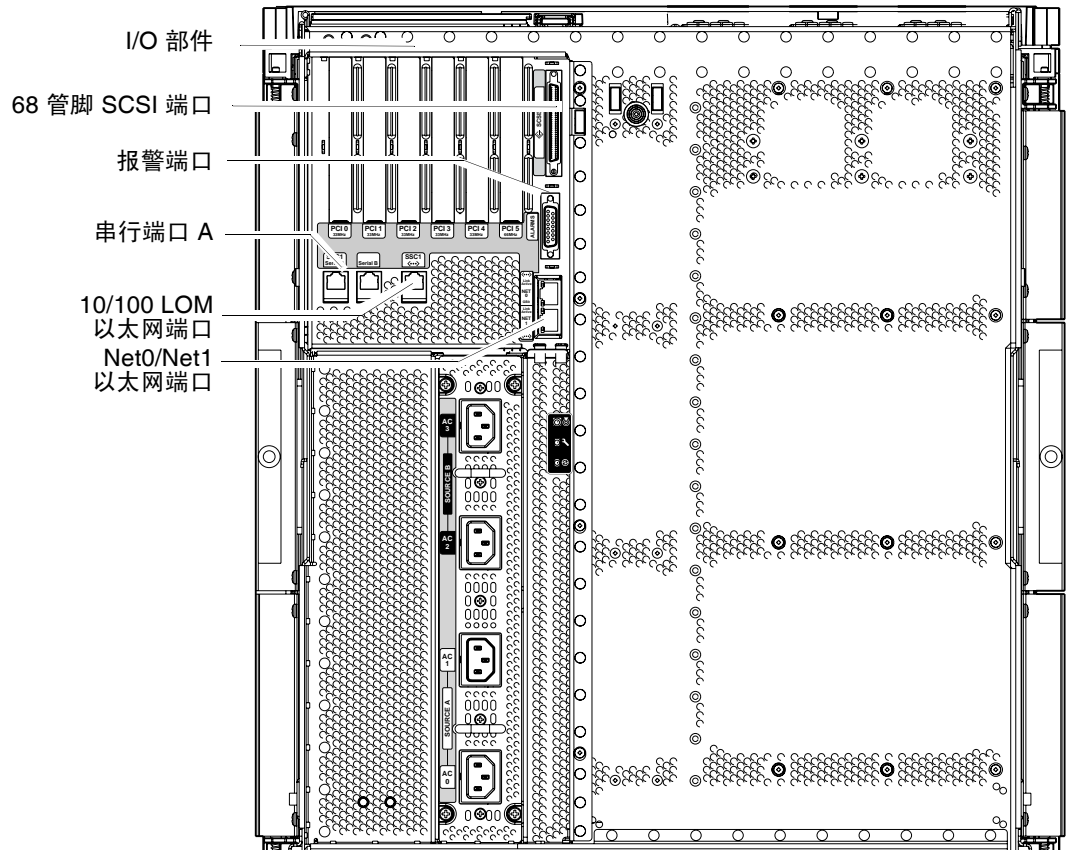

图 1-24 系统控制器和 I/O 部件的位置
1. 将 I/O 以太网电缆的一端连接到 Net0/Net1 以太网端口（图 1-24）。